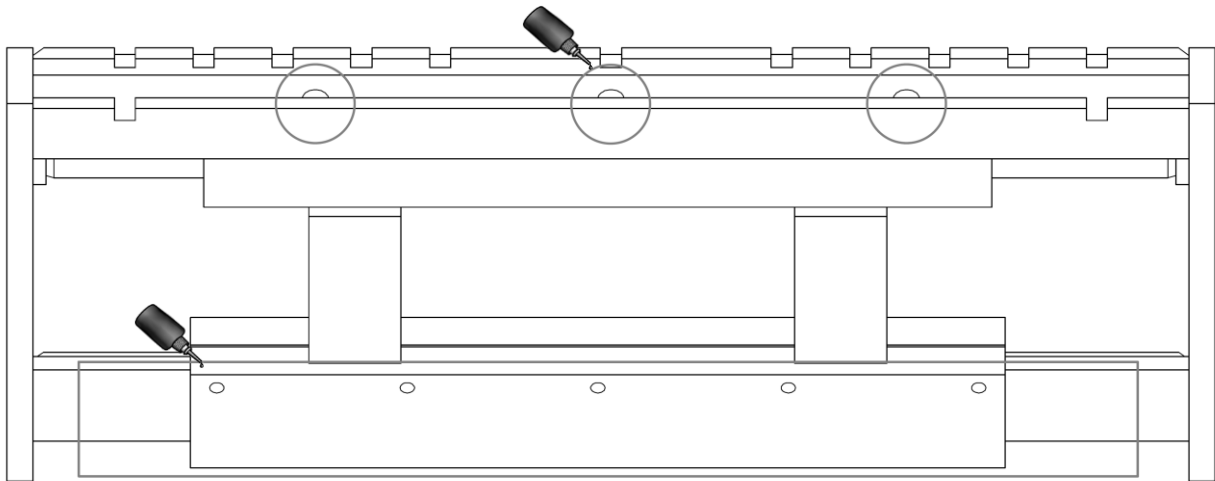

Figura 14
1. Lubrique los componentes deslizantes con los ingrasadores especiales (mira *Figura 14*).
2. Lubricar las deslizaderas y la barra deslizante relativa (mira *Figura 14*).